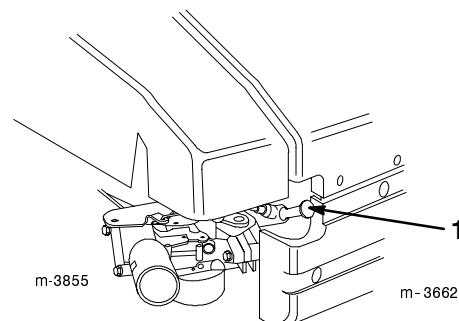

Figure 10
1. Débrancher la bougie (Fig. 10).
7. Reconnecter la bougie (Fig. 10).
2. Débrancher la bougie (Fig. 10).